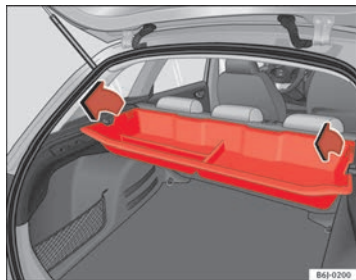

Abb. 91 Ausbau des Ablagefachs
- Heckablage herausnehmen und die Enden des Ablagefachs nach oben ziehen ⇒ Abb. 91.